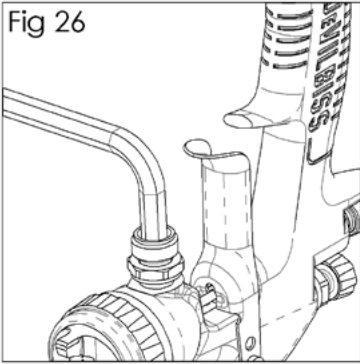

Fig 27
3. Supprimer adaptateur d'entrée du fluide (voir Fig. 27).
5. Remplacer adaptateur d'entrée du fluide (voir Fig. 27)